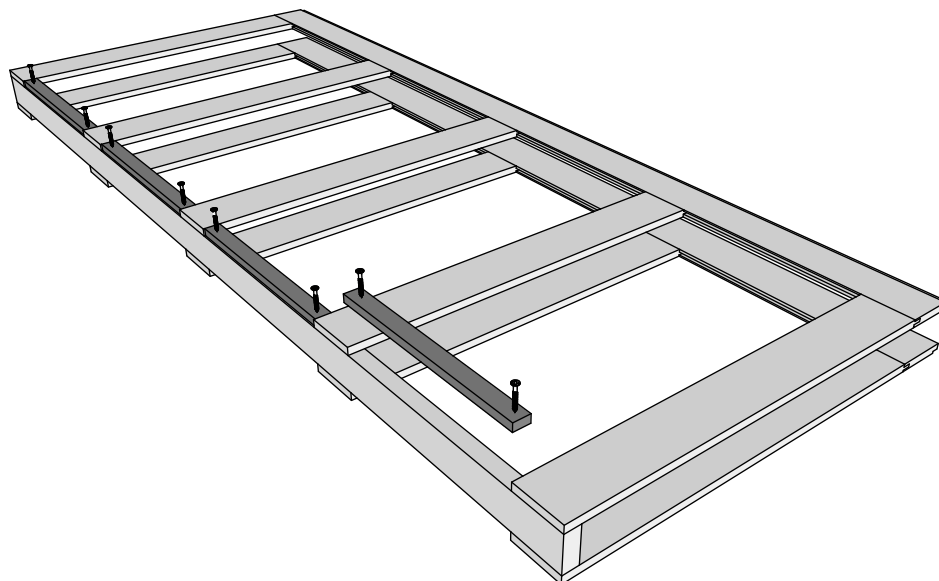

Рисунок 13
4.4 Установить выравнивающие элементы под гипсокартон (деталь G) и закрепить саморезам 3,5*32. Перевернуть пенал на другую сторону и повторить операцию (Рис. 13).